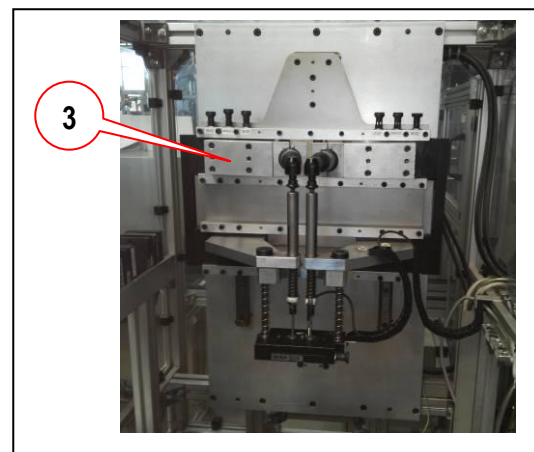

Bild 2
- Schraubeinheit (3) auf Position und Ausrichtung zum ausgehobenen Werkstückträger prüfen, ggf. mit einer Maschinenwasserwaage ausrichten (Bild 2).